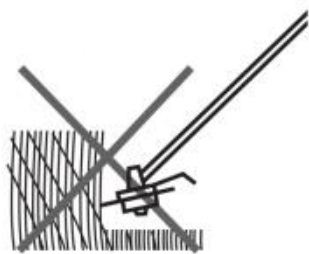

Fig. 46
7. Recorte el césped más largo por etapas; no corte el césped largo de una sola vez (Fig. 46).